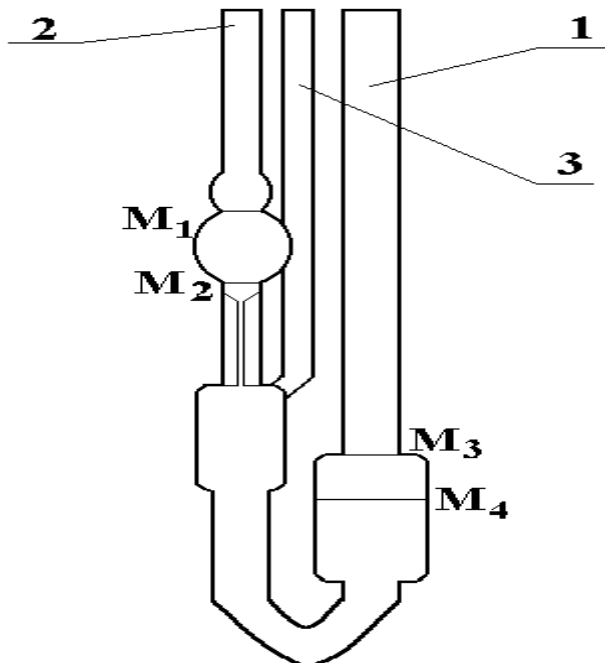

Рис.7.1
1. В чистый вискозиметр (рис.7.1) через трубку 1 залить дистиллированную воду, чтобы уровень ее установился между отметками M_3 и M_4 . На концы трубок 2 и 3 надеть резиновые трубки: первую – с резиновой грушей, вторую – с зажимом.